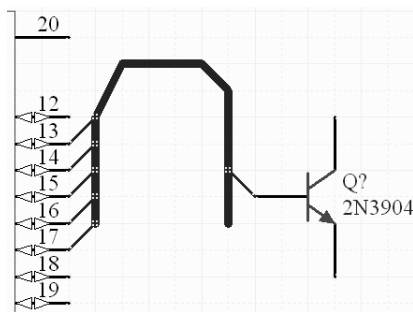

图 3-8 调整总线入口分支线的方向
(1) 选择菜单栏中的“放置”→“总线进口”命令,或单击“布线”工具栏中的 (放置总线进口)按钮,或按快捷键〈P〉+〈U〉,此时光标变成十字形状。
(2) 在导线与总线之间单击,即可放置一段总线入口分支线。同时在该命令状态下,按〈Space〉键可以调整总线入口分支线的方向,如图3-8所示。